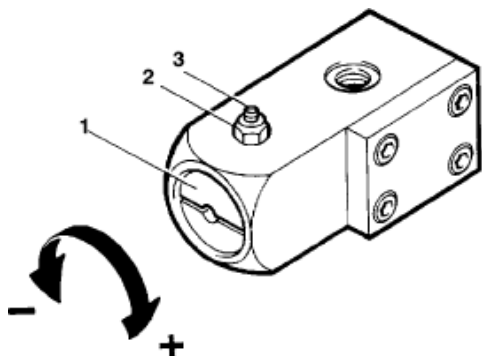

Рис.31. Клапан установочного давления
Клапан установочного давления (Рис.31) отрегулирован до необходимого значения на заводе, и, как правило, не требует обслуживания и корректировки. В случае, если возникла необходимость в повторной регулировке, отпустите контргайку (2) и стопорный винт (3). Отрегулируйте установочное давление поворотом винта (1) при помощи подходящей отвертки.